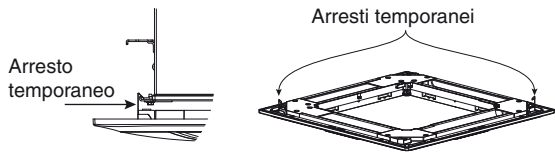

Fig. 7-7
- (1) Attaccare gli arresti temporanei sul lato interno del pannello del soffitto nel comparto dell'unità in modo da tenere temporaneamente il pannello del soffitto al suo posto. (Fig. 7-7)
- Il pannello del soffitto deve esser stato installato nella direzione corretta relativamente all'unità. Allineare i segni REF. PIPE e DRAIN sull'angolo del pannello del soffitto con le posizioni corrette dell'unità. (Fig. 7-7)
- Per rimuovere il pannello del soffitto, sostenere il pannello del soffitto stesso mentre si preme verso l'esterno sugli arresti temporanei. (Fig. 7-7)